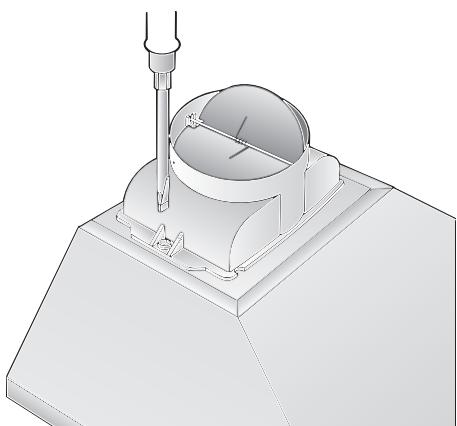

Fig. 4
La campana extractora sólo podrá conectarse a una toma (caja) de corriente provista de puesta a tierra. La toma de corriente deberá encontrarse o montarse directamente detrás del revestimiento decorativo de la campana. (Fig. 4).
1. Trazar en la pared una línea medial desde el techo hasta el borde inferior de la campana extractora. (Fig. 4).
2. Marcar en la pared, con ayuda de la plantilla suministrada con el aparato, la posición de los tornillos de sujeción. (Fig. 4).
3. Practicar 5 taladros para los tornillos de sujeción del cuerpo de la campana extractora, y cuatro para fijar los soportes del revestimiento de la chimenea, con diámetro $5/16"$. Colocar en los mismos los tacos correspondientes, prestando atención a que los tacos queden perfectamente a ras con la pared. (Fig. 4).